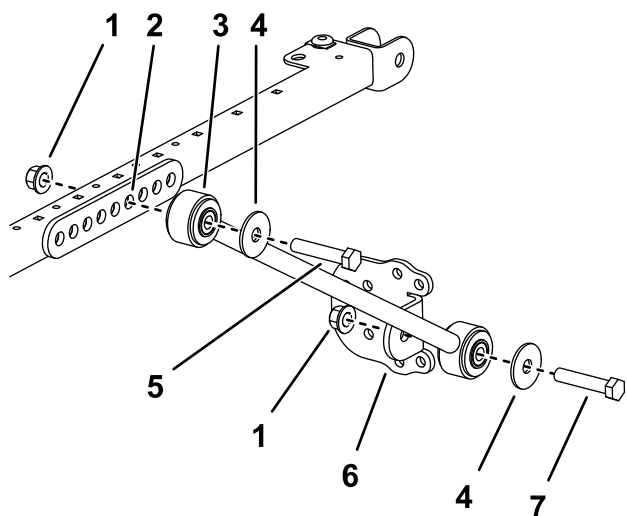

Figure 48
5. De chaque côté du cadre du pare-soleil, fixez légèrement une extension dans le quatrième trou du support du renfort à l'aide de 2 boulons ($\frac{1}{2}$ " x $2\frac{3}{4}$ ") et 2 écrous à embase ($\frac{1}{2}$ "), comme montré à la Figure 48.
6. Fixez légèrement un support à chaque renfort à l'aide d'un boulon ($\frac{1}{2}$ " x $2\frac{1}{2}$ "), d'une rondelle ($\frac{1}{2}$ ") et d'un écrou à embase ($\frac{1}{2}$ "), comme montré à la Figure 48.